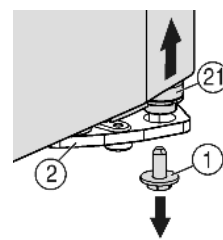
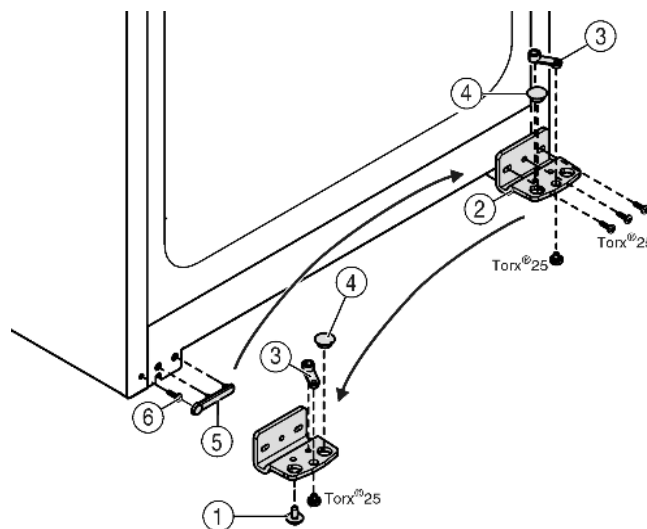

Fig. 4
Fig. 5
- ▶ Внизу справа на опорном кронштейне выкрутите фиксирующий винт Fig. 4 (1).
- ▶ Опорный палец Fig. 4 (21) можно извлечь из опорного кронштейна Fig. 5 (2).
- ▶ Если не удается извлечь опорный палец Fig. 4 (21), нажмите на него снизу.
- ▶ Открутите опорный кронштейн Fig. 5 (2).
- ▶ Открутите опорную деталь Fig. 5 (3) и, переставив в отверстие на противоположной стороне опорного кронштейна, снова прикрутите.
- ▶ Извлеките заглушку Fig. 5 (4) из опорного кронштейна и переставьте ее в отверстие на противоположной стороне опорного кронштейна.
- ▶ Осторожно снимите крышку со стороны ручки Fig. 5 (5).
- ▶ Выкрутите болт Fig. 5 (6) и вкрутите на противоположной стороне.
- ▶ Снова установите крышку Fig. 5 (5).
- ▶ Снова прикрутите опорный кронштейн Fig. 5 (2) на новой стороне шарнира (с моментом 4 Нм). При необходимости используйте аккумуляторный шуруповерт.
- ▶ Вкрутите фиксирующий винт Fig. 4 (1) внизу в опорный палец и затяните (с моментом 4 Нм).